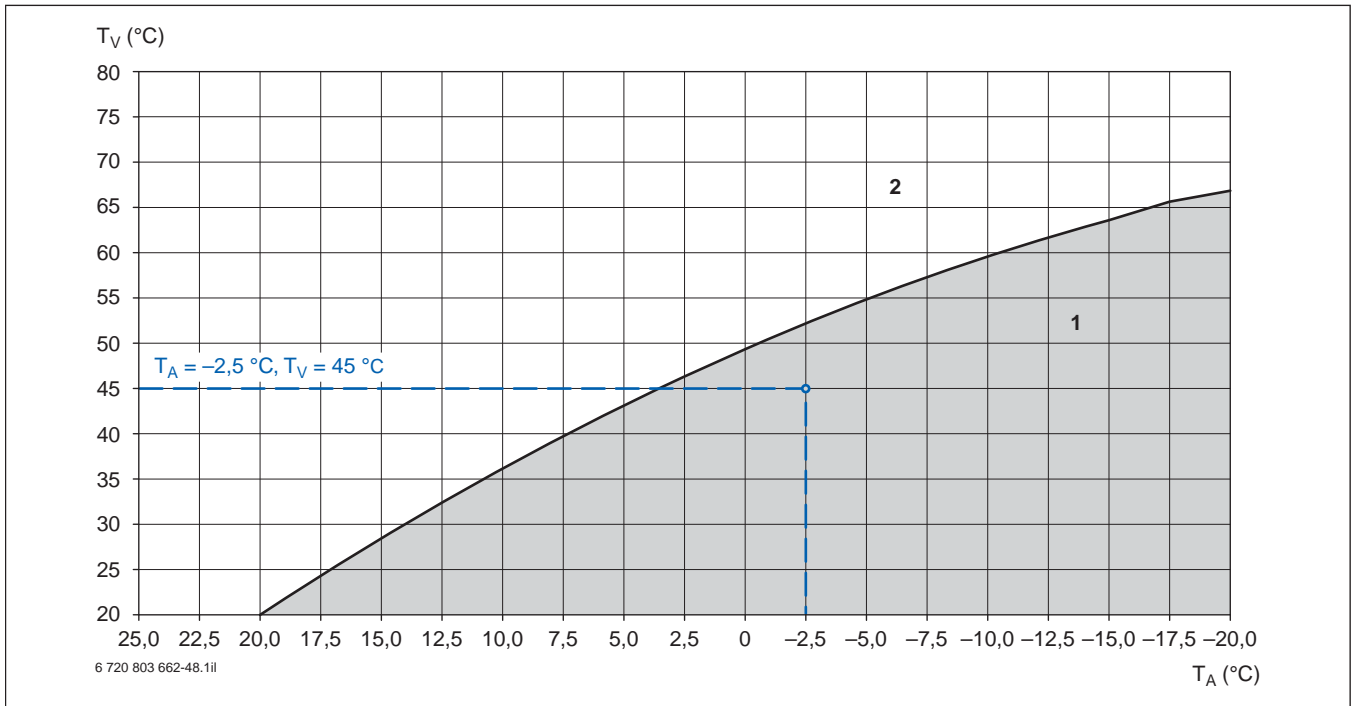

Bild 47 Diagramm zur Ermittlung der benötigten Betriebstemperatur
- Wenn die Heizlast nicht bekannt ist, kann sie experimentell ermittelt werden. Hierzu werden während der Heizperiode die Thermostatventile vollständig geöffnet und dann die Vor- und Rücklauftemperatur so lange gesenkt, bis eine Raumtemperatur von ca. 20 °C ... 22 °C erreicht ist. Die jetzt eingestellte Vorlauftemperatur sowie die aktuelle Außentemperatur werden in das Diagramm (→ Bild 47) eingetragen. Daraus lässt sich das tatsächlich benötigte Temperaturniveau ermitteln.